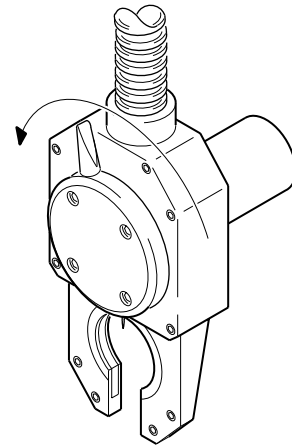

Abbildung 25 Verriegelungshebel lösen
1. Den Verriegelungshebel am Schweißkopf bis zum Anschlag entgegen dem Uhrzeigersinn drehen. Siehe Abbildung 25.